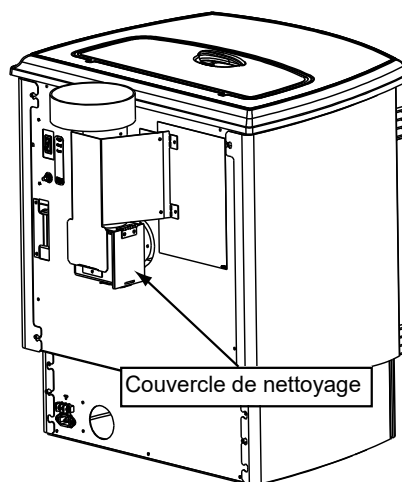

Figure 21.1
- b. Ouvrez le couvercle de nettoyage (**Figure 21.1**).